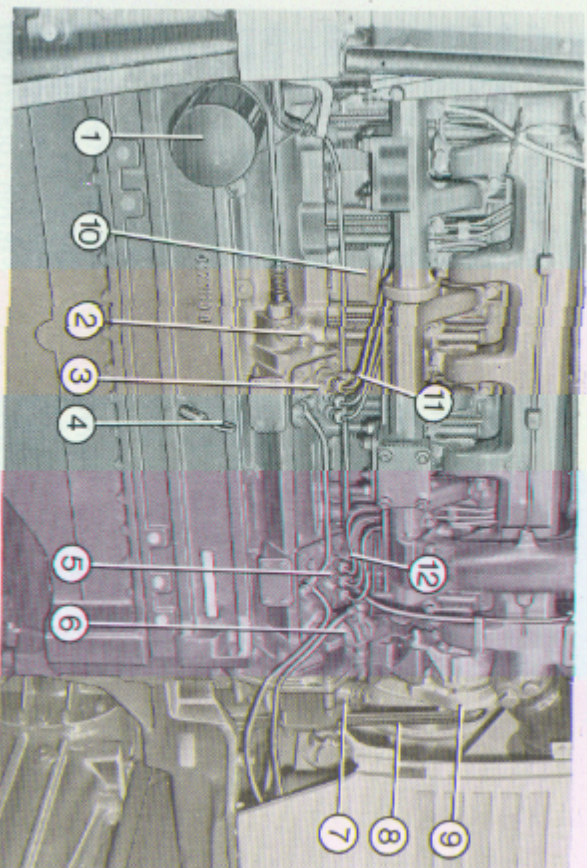

Abb. 19
- 2 - Die Zufuhrpumpe (6 Abb. 19) durch Einstellung des entsprechenden kleinen Hebels betätigen bis das Dieselöl frei von Luftblasen aus der Entlüftungsschraube des Filters herausströmt;
- 3 - Die Säuberungsschraube des Filters schließen und dieselben Arbeitsgänge mit der vorderen Einspritzpumpe (5 Abb. 19) und der hinteren Einspritzpumpe (3 Abb. 19) unter Betätigung der entsprechenden Entlüftungsschrauben (11 und 12 Abb. 19) wiederholen.